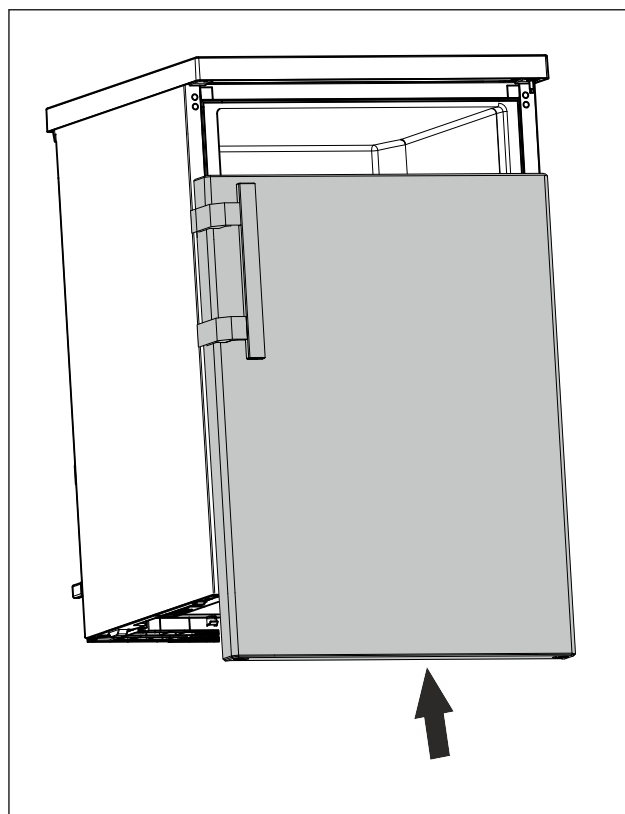

Fig. 22
- ▶ Tolja rá az ajtót zárt állapotban a felső csapra. (lásd Fig. 22)